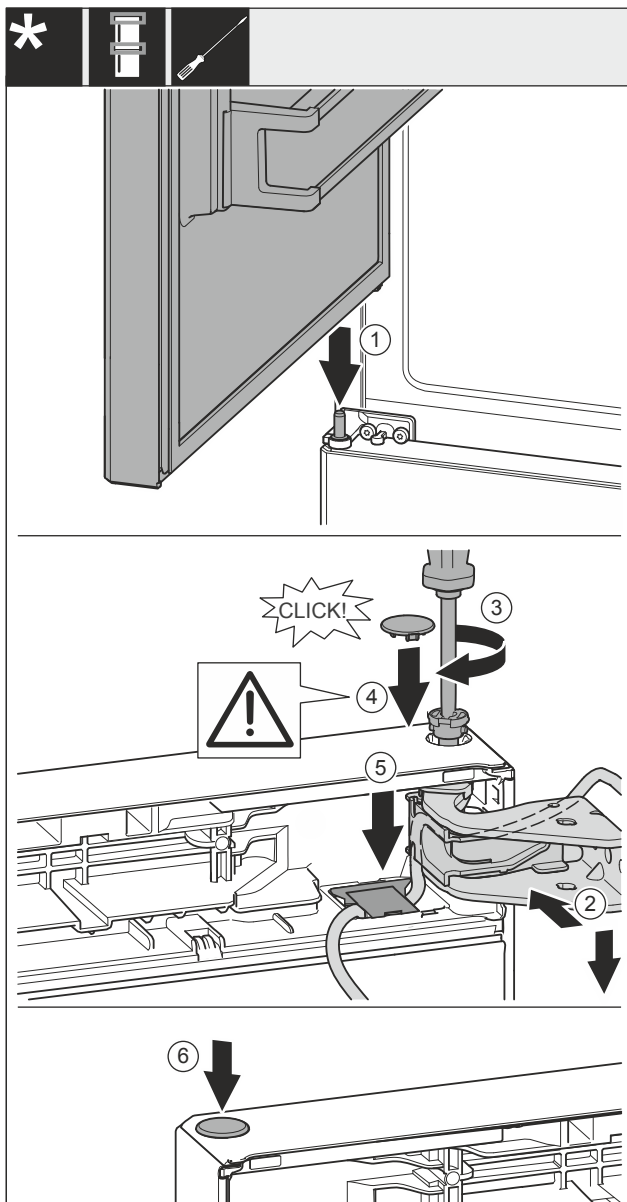

Fig. 60
- ▶ Horní dveře usadíte na prostředním ložiskovém čepu Fig. 60 (1).
- ▶ Dveře nahoře vyrovnejte s otvorem ve stojanu ložiska Fig. 60 (2).
- ▶ Vložte čep Fig. 60 (3) a pevně jej utáhněte šroubovákem.
- ▶ Nasadte kryt Fig. 60 (4).
- ▶ Zkontrolujte, zda kryt Fig. 60 (4) doléhá na dveře.
- ▶ Vložte kryt Fig. 60 (5) a zatlačte jej směrem dolů, dokud nezacvakne.
- ▶ Nasadte kryt Fig. 60 (6).